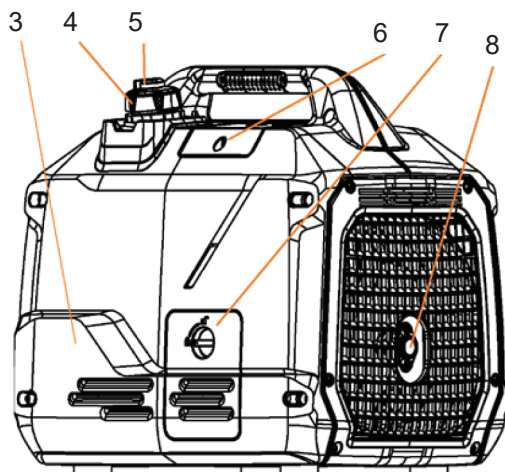

Рис.1. Основные узлы и органы управления
4.3. Основные элементы электрогенератора показаны на рис. 1, 2.
7.3.1. Откройте и снимите панель «7» рис.1.